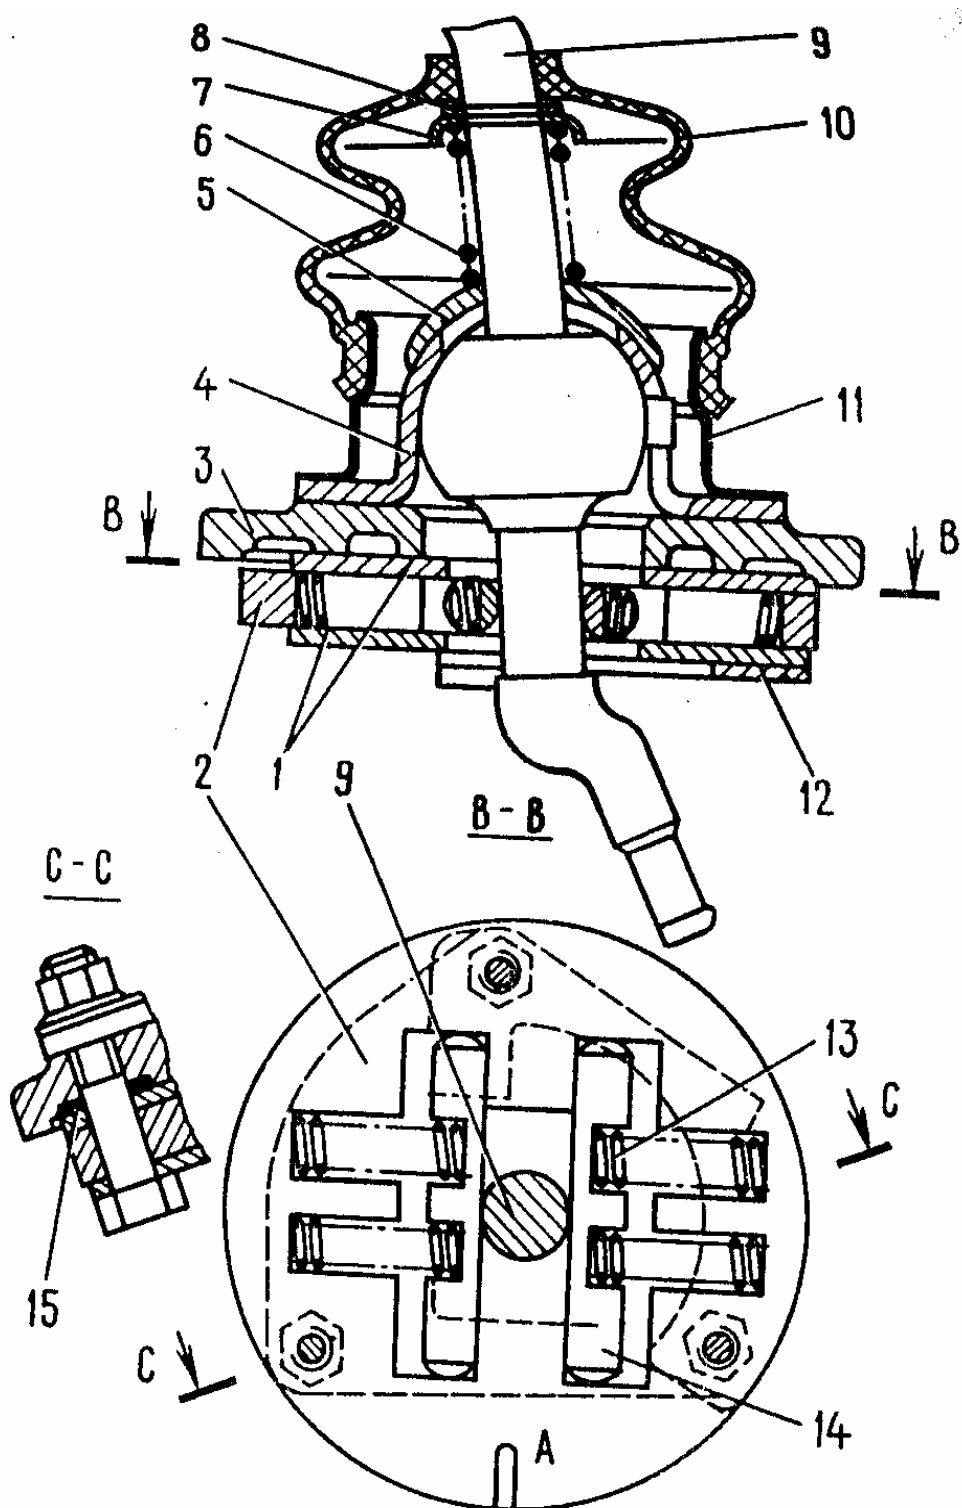

Fig. 3-37. Mecanismo para seleccionar las velocidades:
- quitar de la palanca del cambio de las velocidades la funda de protección 10 (fig.3-37), los anillos de retención 8 y de tope 7, el muelle y la arandela esférica 5;